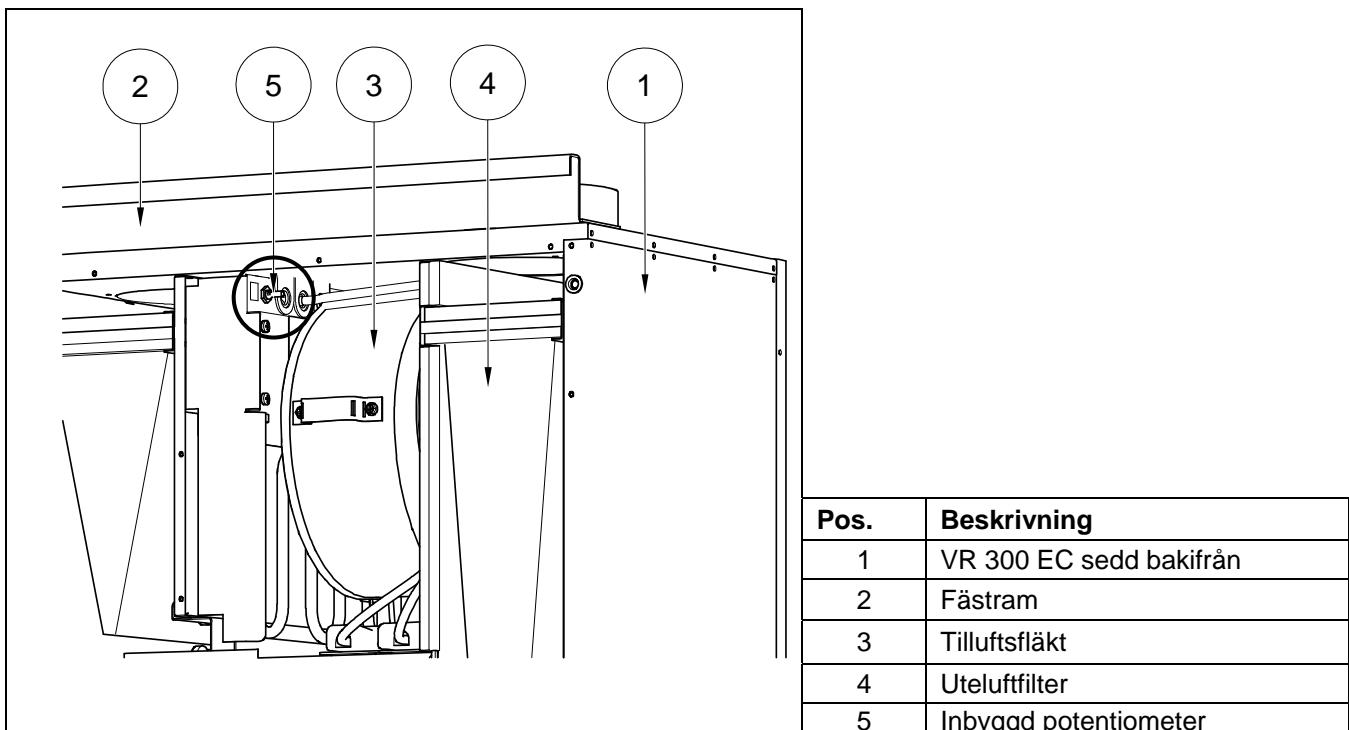

Fig.14
Hastigheten på tillluftsfläkten i VR 300 EC kan ställas in genom att vrida på en knapp som finns i aggregatet, intill tillluftsfläkten (pos.5, **fig.14**). Knappen, en steeglös potentiometer, gör det möjligt att sänka tillluftsfläktens hastighet ner till 75% av hastigheten på frånluftsfläkten och försäkrar därmed bra balans i aggregatet och byggnaden.